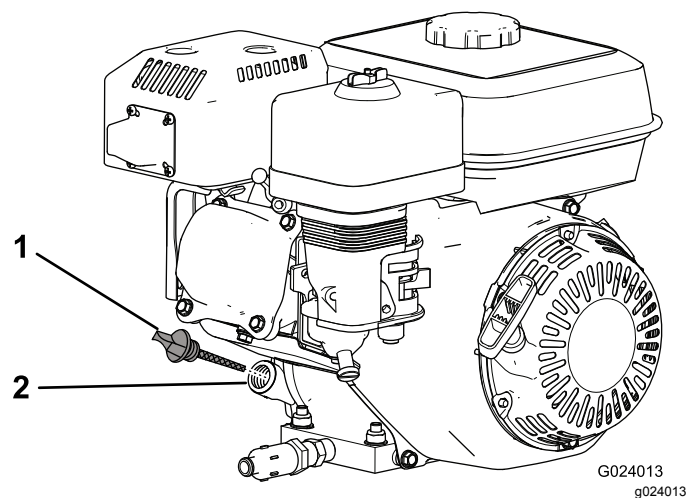

図 17
2. エンジンを停止し、冷えるのを待ってオイルフィルタのキャップ兼ディップスティックの周囲をきれいにする 図 17。